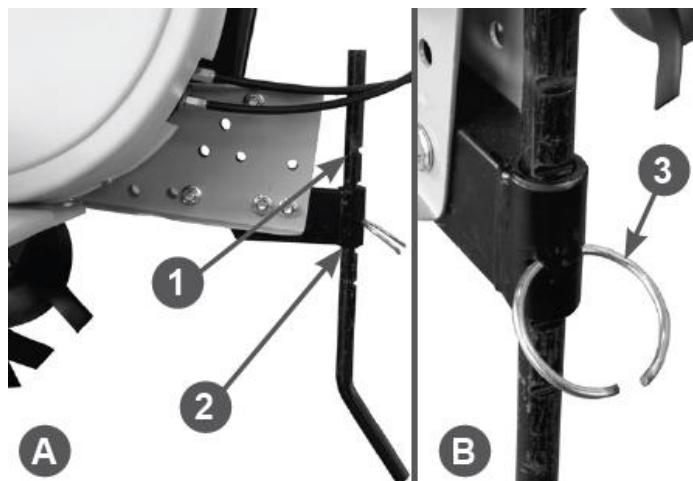

Рис. 4 Установка сошника
3. Установите сошник поз.1 в кронштейн поз.2 сошника (Рис. 4А). Совместите паз в сошнике и отверстие в кронштейне сошника
и вставьте в отверстие стопорное кольцо поз.3. (Рис. 4В).